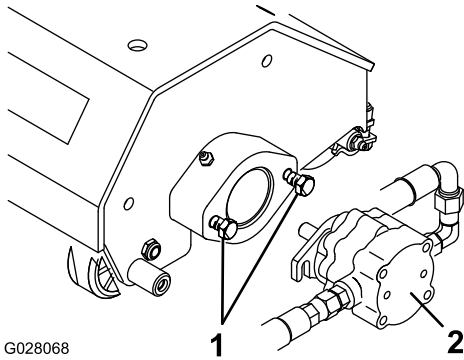

Figura 8
- A. Afloje los tornillos de montaje del motor del molinete de cada aireador. Deje aproximadamente 13 mm de rosca a la vista en cada tornillo de montaje (Figura 8).